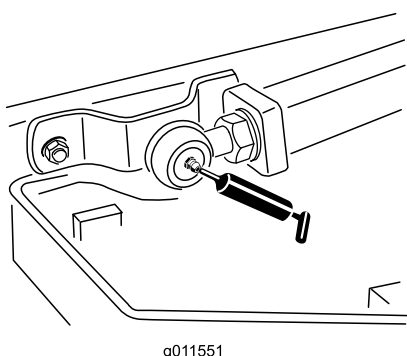

Figure 46
- 2 rotules de bras de levage (Figure 46)